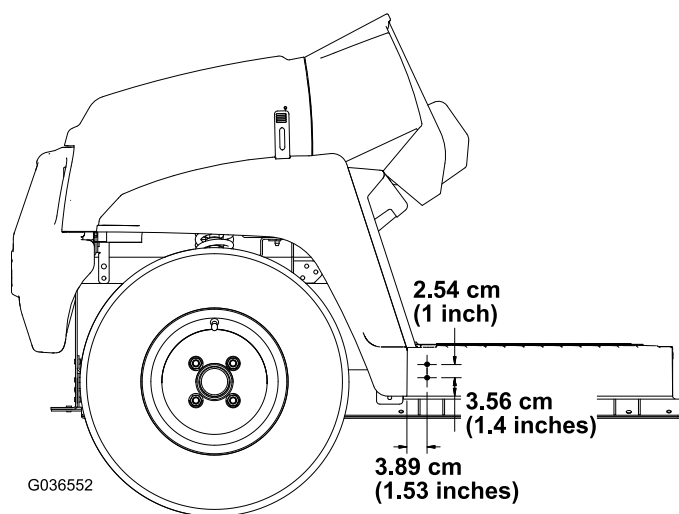

Figure 3
2. En vous aidant des dimensions indiquées à la Figure 3, percez 2 trous ($\frac{5}{16}$ ") à l'extérieur